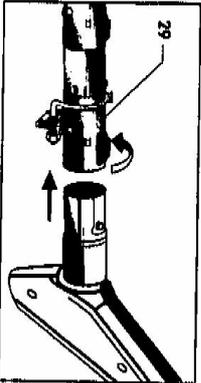

Abb. 22
- das Aufnahmeteil des Zerstäubers in das Steckteil der Bürste stecken und die rote Blockierungstaste drücken (Abb. 22);